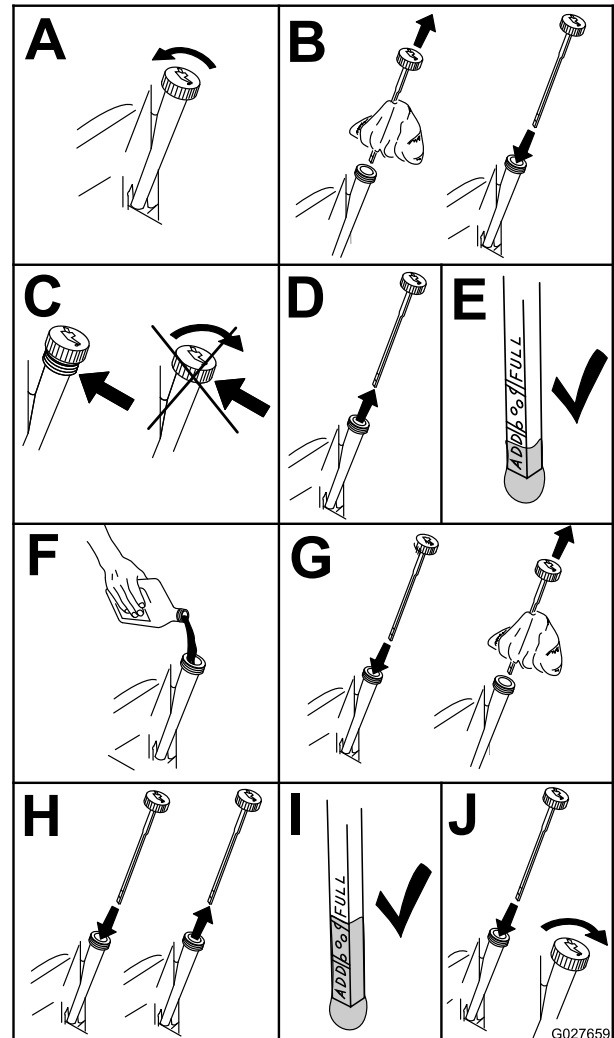

Figura 52
2. Pare el motor, retire la llave y espere a que se detengan todas las piezas en movimiento antes de abandonar el puesto del operador (Figura 52).